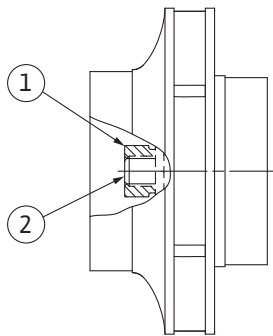

Fig. 106: Правилно положение на гайката на работното колело след монтажа
8. С гаечен ключ (оптимален размер на ключа 22 mm) фиксирайте вала и затегнете гайката на работното колело със зададения момент на затягане (виж таблица „Моменти на затягане“ [► 31]). Гайката (Fig. 106, поз. 1) трябва да лежи около $\pm 0,5$ mm в една и съща равнина с края на вала (Fig. 106, поз. 2). Ако случаят не е такъв, развийте гайката и повторете стъпки на действие 4 ... 8.